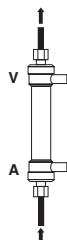

Fig.4/Abb.4/Εικ.4
- 6) Spoel de bloedzijde van de dialysator en de bloedlijn met meer dan 1000 ml fysiologische zoutoplossing bij ongeveer 100 ml/min. (Fig. 4)